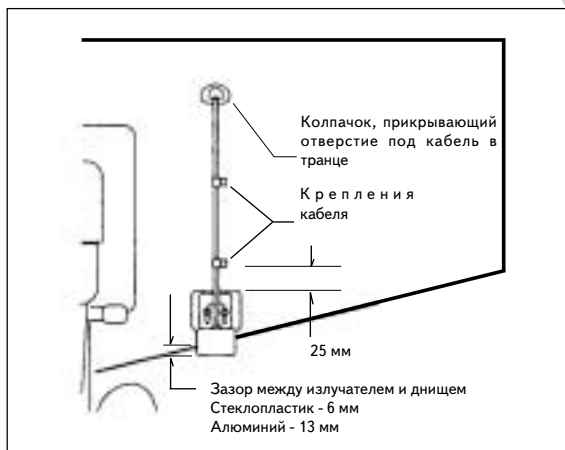

Рис.2-12
1. Перекинуть кабель через транец сверху, как это показано на рис.2-12. Укрепить его зажимами, которые можно приобрести у своего поставщика морских изделий. Если желательно убрать кабель подальше с глаз, следует просверлить еще одно отверстие в транцевой доске диаметром 19 мм для пропуска кабеля с разъемом. (Следует помнить, что отверстие должно быть достаточно большим, чтобы не потребовалось разрезать кабель). Чтобы герметизировать отверстие, рекомендуется использовать резину и герметик.